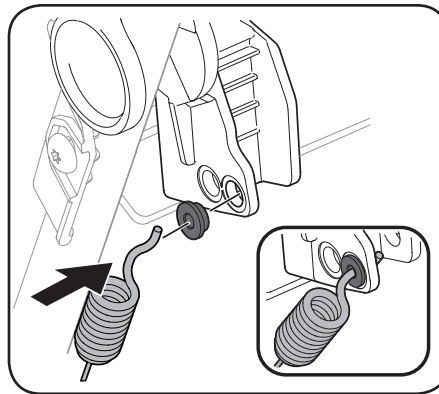

Figure 4-5
4. Remplacez le coussinet dans le trou inférieur. Rattachez le câble en le passant à travers le coussinet et le trou inférieur de la poignée. Voir Figure 4-5.